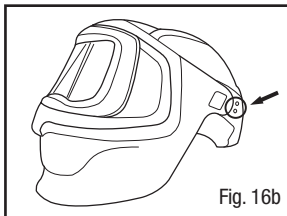

Fig. 16b
- Ubique los puntos de conexión de la orejera en el exterior del armazón de la careta (Figs. 16b & c) **NOTA:** Hay espacios en el exterior del armazón donde se conectan las orejeras. Use una pluma o desarmador para empujar en los puntos de conexión para iniciar el orificio (i.e., haga un espacio). Esto facilitará la colocación de los tornillos en el armazón.